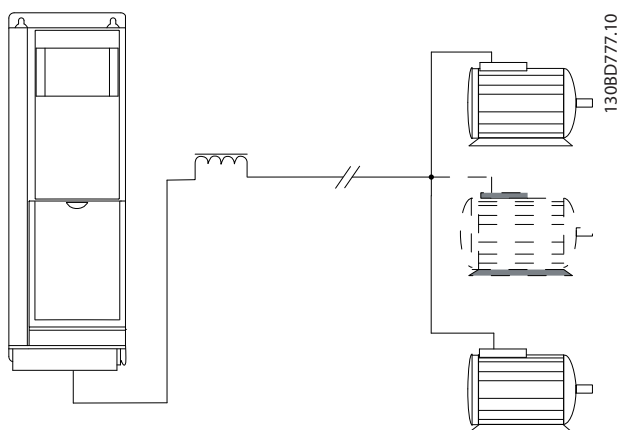
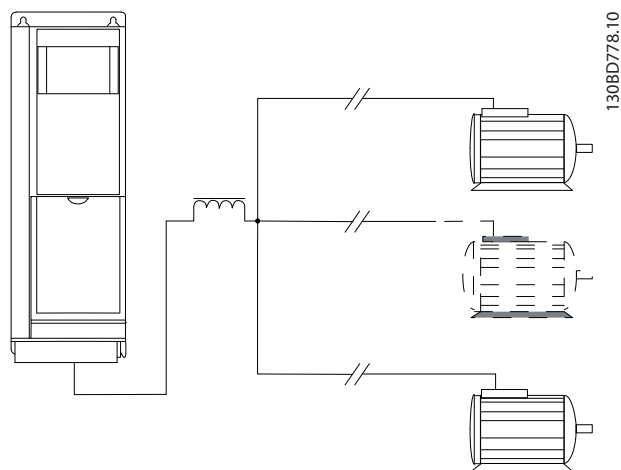

図 3.14 負荷のある並列ケーブル
図 3.15 長い並列ケーブル向けの LC フィルター
- 表 3.4 で指定されている合計モーター・ケーブル長は、並列ケーブルが短く保たれている限り（各々 10m 未満）有効です。図 3.14 と 図 3.15 をご参照ください。
- モーター ケーブル上の電圧降下を考慮してください。図 3.15 を参照。
- 長い並列ケーブルの場合、LC フィルターを使用してください。図 3.15 を参照。